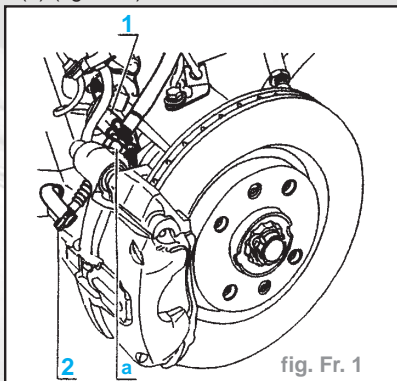

fig. Fr. 1
- Débrancher les fils de témoins d'usure (1) (fig. Fr. 1).
- Désaccoupler le câble de frein de parking (2) de l'étrier (fig. Fr. 1).